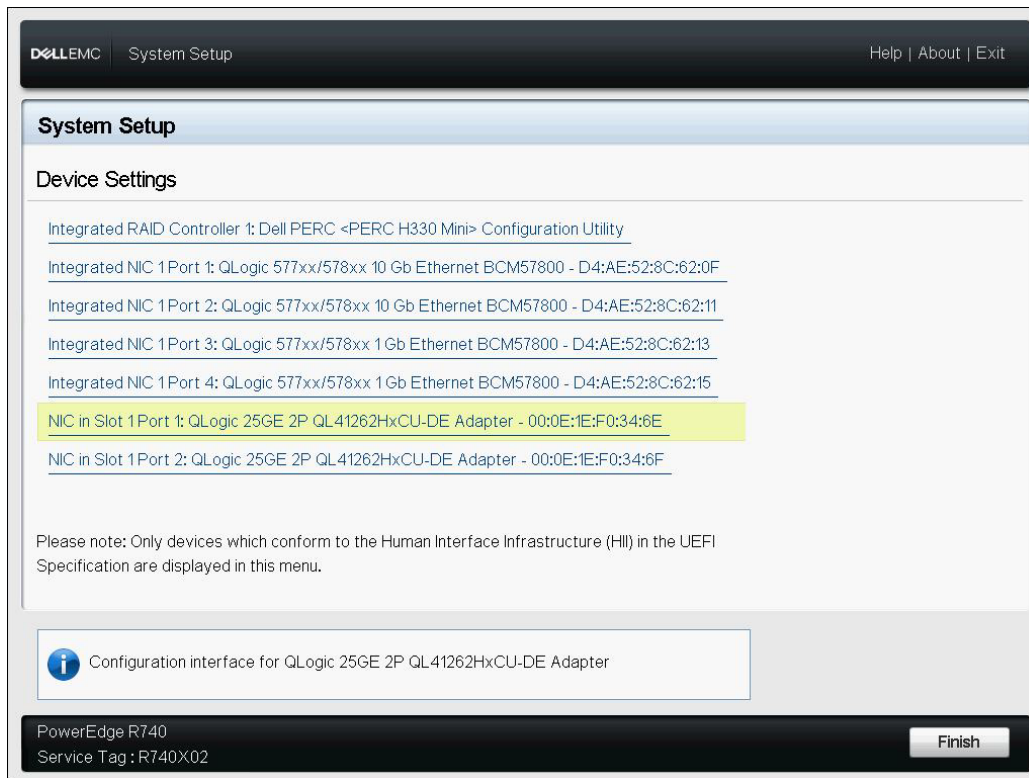

Ilustración 6-2. System Setup: Device Settings (Configuración del sistema: Configuración del dispositivo)
1. En System Setup (Configuración del sistema), en Device Settings (Configuración del dispositivo), seleccione el dispositivo QLogic (Ilustración 6-2). Consulte la guía del usuario de OEM para saber cómo se accede al menú de configuración del dispositivo PCI.